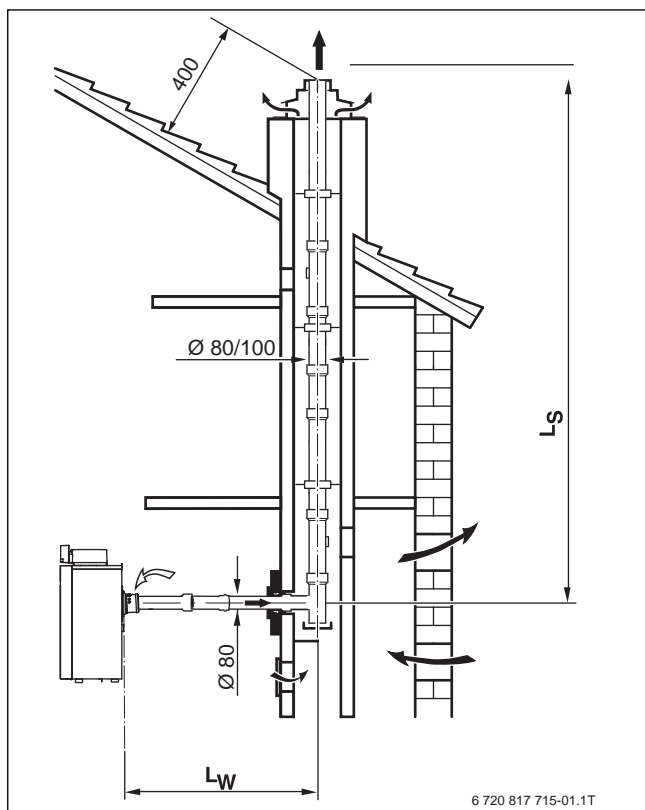
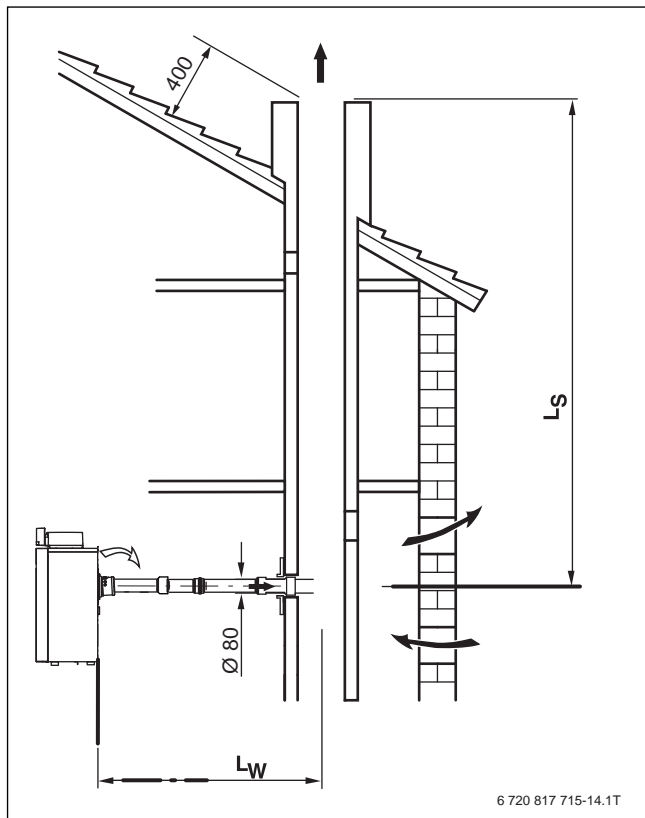

Bild 76 Einzelrohrführung im Schacht (B23, B23p, starr)
Bild 78 Einzelrohrführung zum Schacht (B23, B23P)
Wenn die Abgasführung in einem hinterlüfteten Schacht erfolgt (Bild 76, 77 und 78, Bild 84, 85 und 86), ist keine Reinigung erforderlich.
**Legende Bild 76 ... Bild 78:**